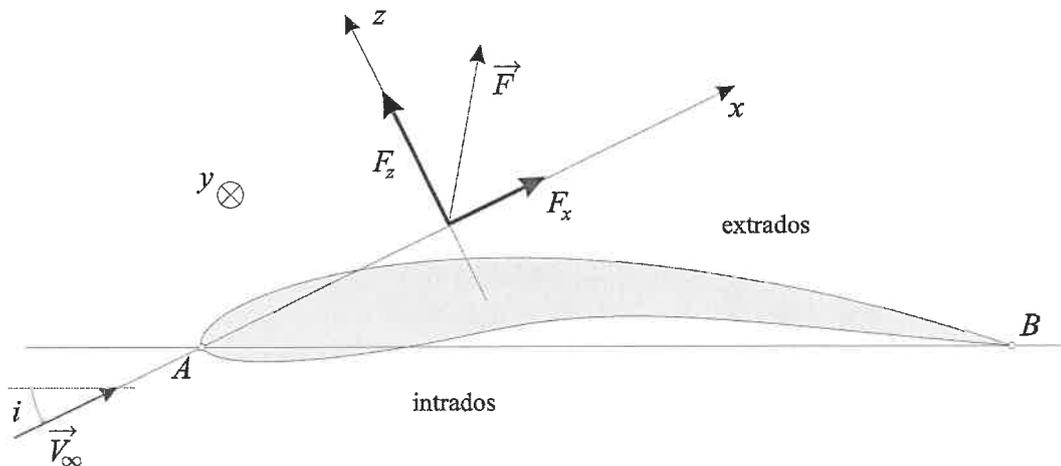

FIG. 6 — Profil d'une aile
Les données relatives aux caractéristiques aérodynamiques d'un profil d'aile d'avion sont mentionnées sur la figure 6. On suppose que ce profil est invariant dans la direction y sur toute la largeur de l'aile. Les points A et B sont les points d'arrêt, il s'agit du premier et du dernier point du profil en contact avec le fluide. La distance AB est appelée la corde de l'aile. Dans le plan de section orthogonale à la largeur de l'aile, la direction x est déterminée par la vitesse relative du fluide \vec{V}_∞ et la direction z par la normale à x orientée vers l'extrados. Sur la figure (6), la force \vec{F} est la résultante des forces appliquées à l'aile. La composante F_z de \vec{F} selon z est appelée la portance, et celle F_x selon x est appelée la traînée. On définit alors le coefficient de portance C_z et celui de traînée C_x par les relations